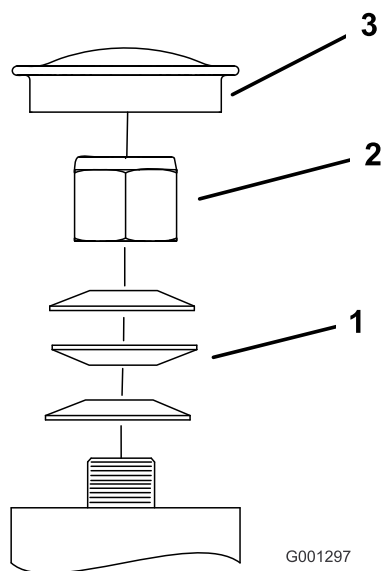

Figura 57
3. Togliete lo scodellino antipolvere dalla ruota orientabile e serrate il dado di bloccaggio (Figura 57).
4. Serrate il dado di bloccaggio finché le rondelle elastiche non sono piatte, quindi allentate di un quarto di giro per mettere a punto il precarico sui cuscinetti (Figura 57).
Importante: Verificate che le rondelle elastiche siano correttamente montate, come riportato nella Figura 57.
5. Montate il coperchietto antipolvere (Figura 57).